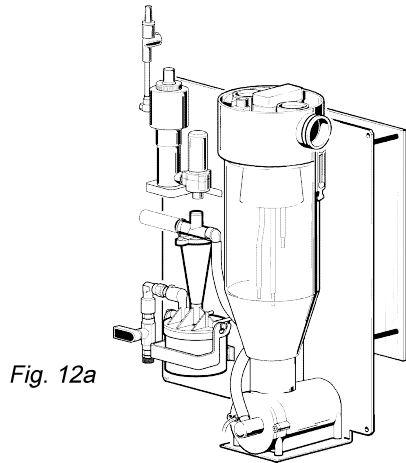

Fig. 12a
**Hidroseparador y Hidrociclón modelo ISO:** testados TÜV para una separación superior al 95%, con capacidad de 5,5 l/min, para el empleo en los equipos de aire y de humedo, fig. 12a-12b.